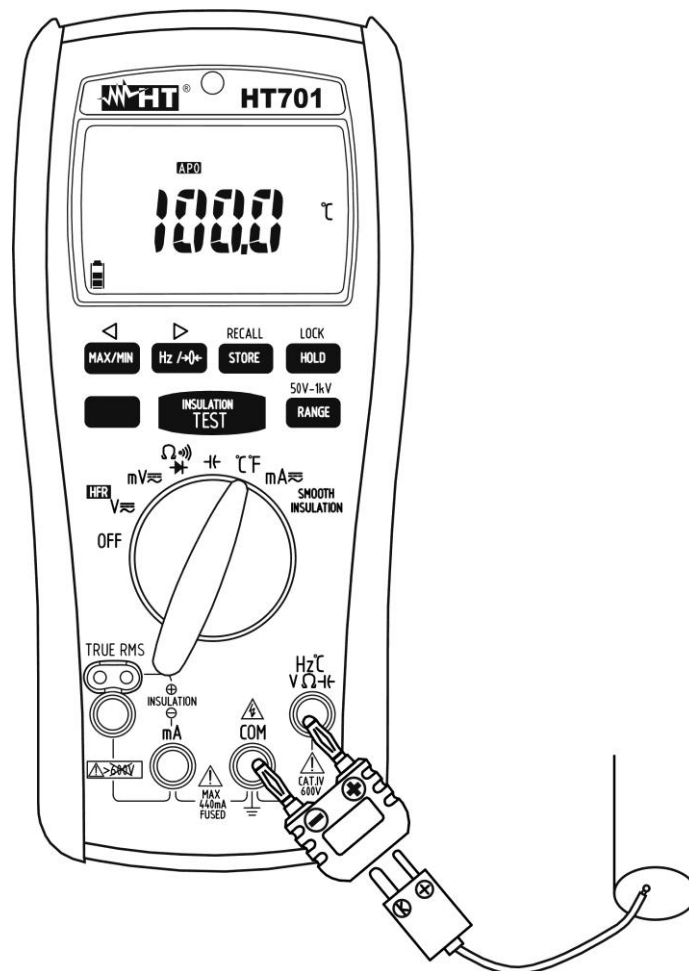

Fig. 9: Uso dello strumento per misura di Temperatura
3. Inserire l'adattatore in dotazione nei terminali di ingresso **Hz°C V Ω Hz** e **COM** rispettando i colori rosso e nero presenti su di esso (vedere Fig. 9)